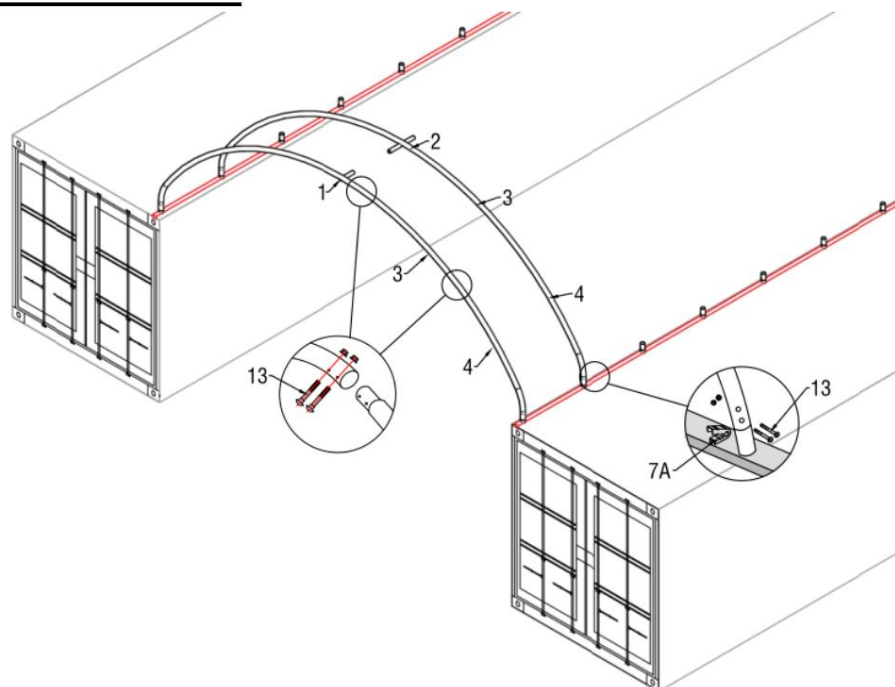

Figure 2
1. Comme indiqué sur la figure 2, repérez le raccord en T (référence 1), le tube coudé supérieur (référence 3) et les tubes coudés latéraux (référence 4). Assemblez-les à l'aide de la vis M8x70 mm (référence 13). Vous obtiendrez ainsi un ensemble d'arches. Veuillez respecter le sens de vissage.